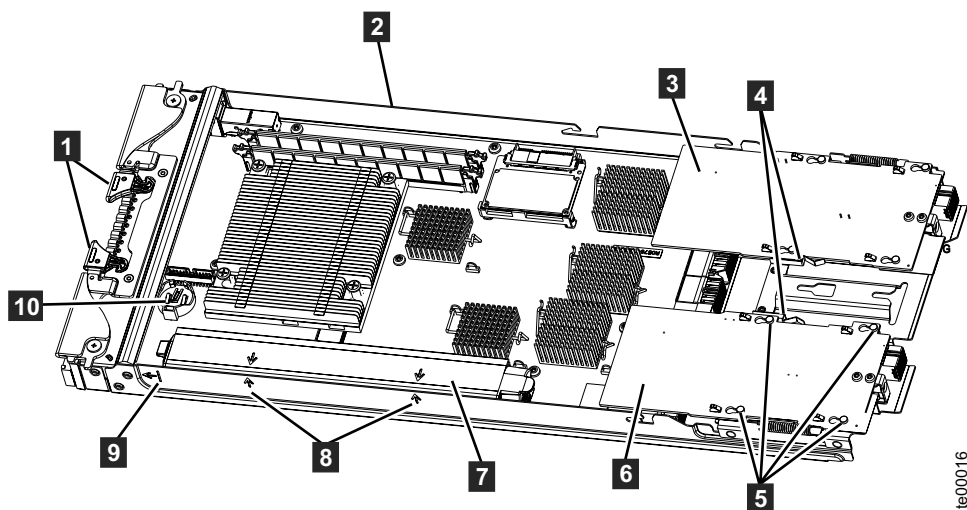

Figure 29. Emplacement de la batterie CMOS
7. Retirez la batterie CMOS défectueuse. La figure 29 indique l'emplacement de la batterie CMOS **10**.